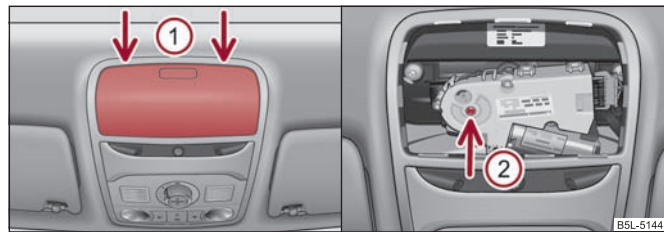

Fig. 43 Escotadura del revestimiento interior del techo: Puntos de apoyo del destornillador / orificio para apoyar la llave
- Aplicar con cuidado un destornillador con la hoja plana en el lado posterior de la cubierta para el motor eléctrico, en las posiciones de la flecha ❶ ⇒ página 52, fig. 43.
- Introducir una llave Allen, tamaño 4, hasta el tope en el orificio en el lugar de la flecha ❷ y cerrar o abrir el techo corredizo/deflector ⇒ página 52, fig. 43.